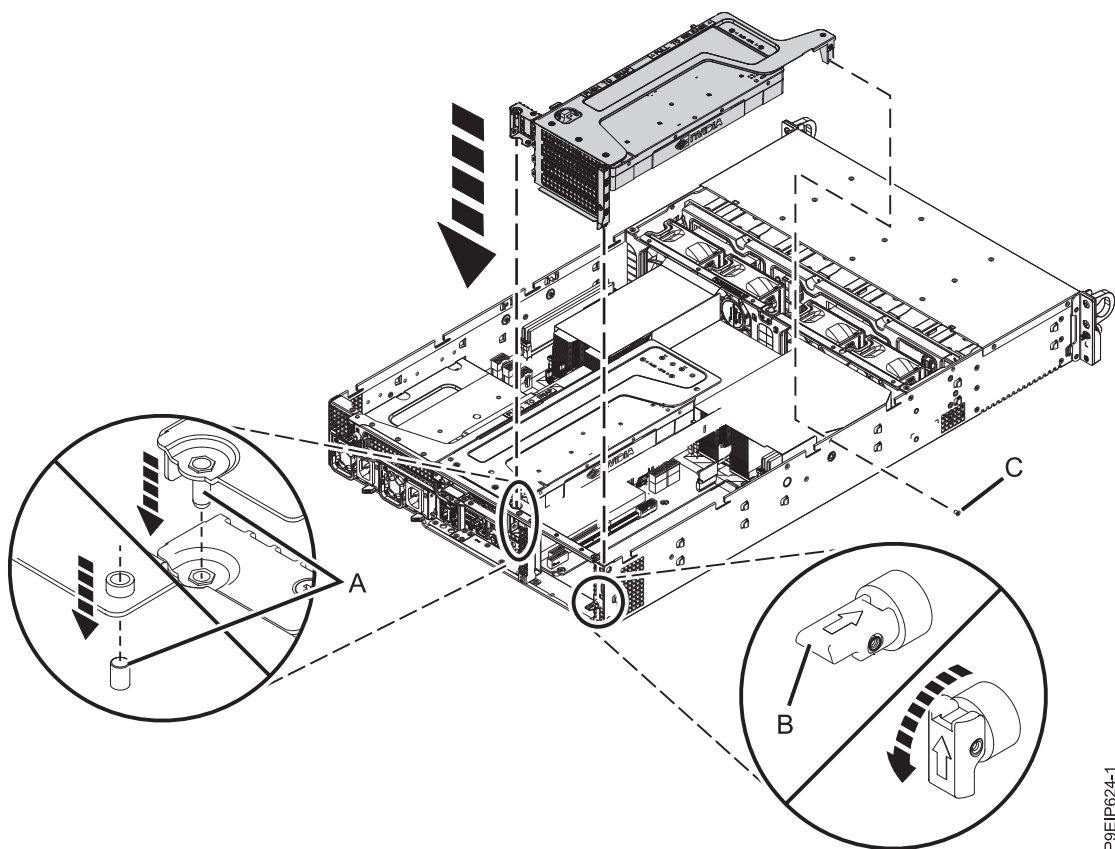

Figura 60. Inserindo o riser do adaptador PCIe
- e. Insira o riser PCIe conforme mostrado na Figura 60 na página 50.
- 1) Retraia o pino de retenção (B) de modo que a seta aponte para o sistema.
- 2) Insira o riser, usando os slots e os pinos de alinhamento (A) para inserir adequadamente o riser. Empurre o riser firmemente no painel traseiro do sistema.
- 3) Coloque o pino de retenção (B) para prender o riser.
- 4) Substitua o parafuso (C) no lado do sistema.